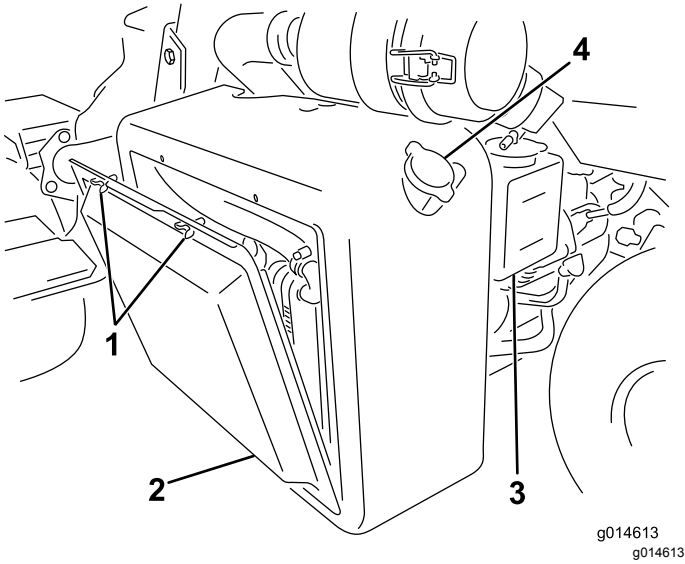
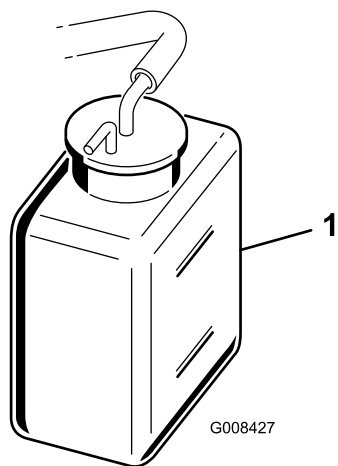

图37
图38
1. 拆下散热器吸风滤网图37。
2. 检查冷却液液位 图37 和 图38。